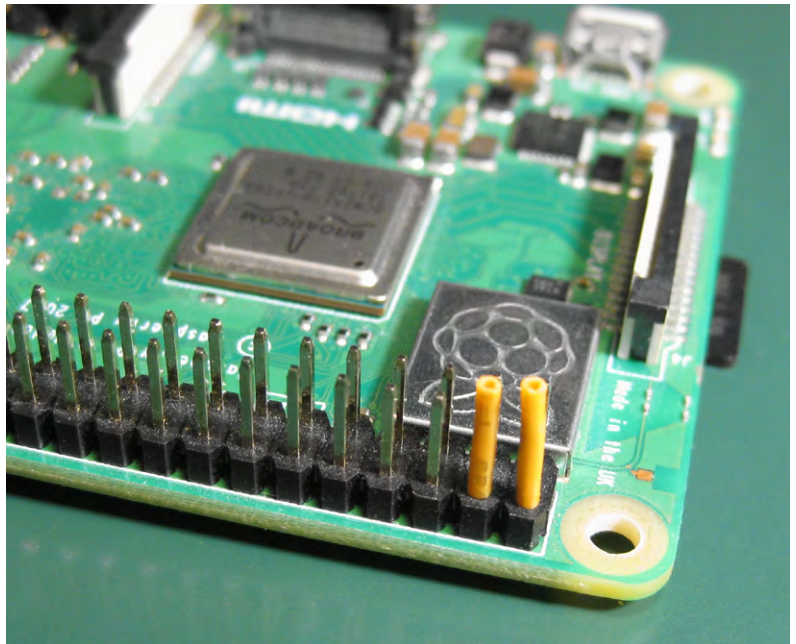

Bild 1: Isolieren der 5-V-Anschlüsse am Raspberry Pi
**Wichtig:** An einem GPIO-Eingang dürfen niemals mehr als +3,3 V anliegen, da dies den Eingang zerstören würde. Die beiden 5-V-Pins des Raspberry Pi dürfen daher niemals, auch nicht kurzzeitig, mit einem anderen Pin des Raspberry Pi elektrisch verbunden werden. Falls die beiden 5-V-Pins nicht explizit benötigt werden, sollte man sie daher vorsichtshalber isolieren (Bild 1).